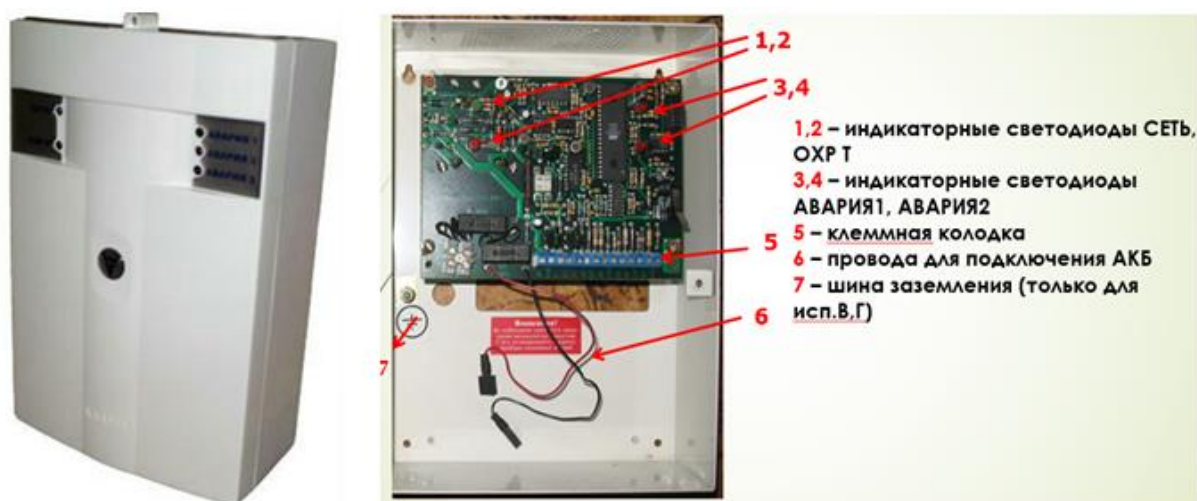

Рисунок 2. Внешний вид и вид ПКП «Аларм-3» со снятой крышкой
2. Прибор приемно-контрольный «Аларм-3» имеет пластмассовый корпус с открывающейся передней крышкой (Рис.2). В корпусе расположен понижающий трансформатор, в правом нижнем углу под защитным кожухом, там же находится колодка подключения к сети 220В. В нижнем левом углу располагается батарея резервного питания, емкость батареи до 7А*ч. Плата управления имеет контакты для подключения шлейфов сигнализации и одного светозвукового устройства. На плате расположены: процессор, светодиоды для индикации состояния шлейфов и системы, тампер прибора, зуммер, разъем для подключения пульта программирования.
3. Все входные и выходные цепи подключаются к прибору через клеммные колодки, расположенные внутри прибора (Рис.2):